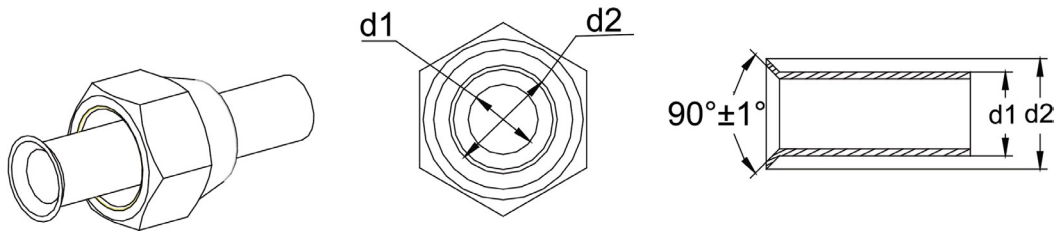

Abb. 13
- 3 Entfernen Sie die Überwurfmutter, die das Innenanschlussrohr mit der Außeneinheit verbindet. Verwenden Sie anschließend das Aufweitwerkzeug, um die Überwurfmutter im Rohr zu befestigen (siehe Abb. 13).